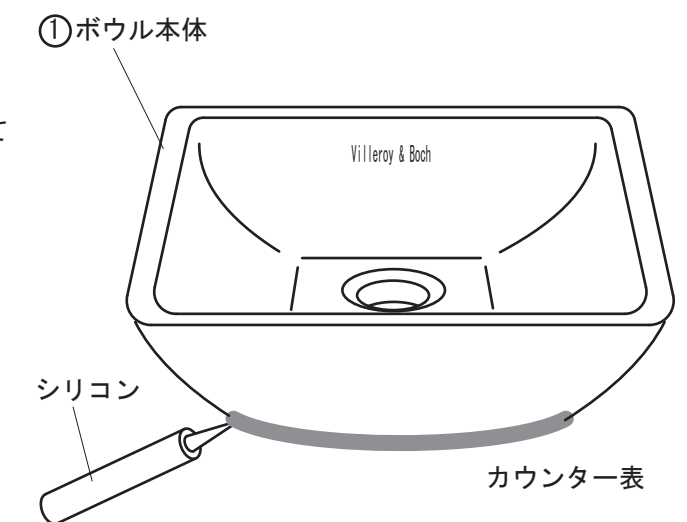

図7
- 6) ①ボウル本体のカウンター接地部をシリコンにてコーキングします。(図7参照)